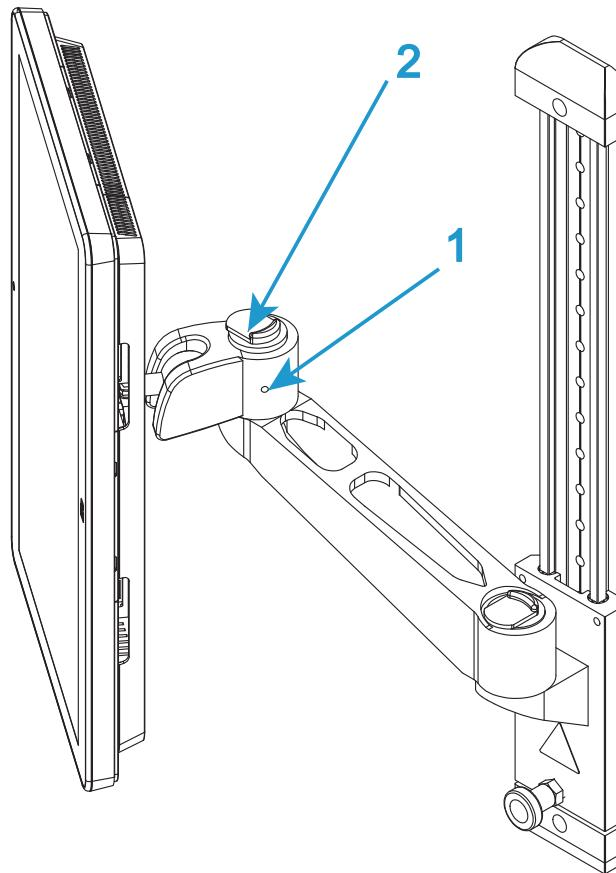
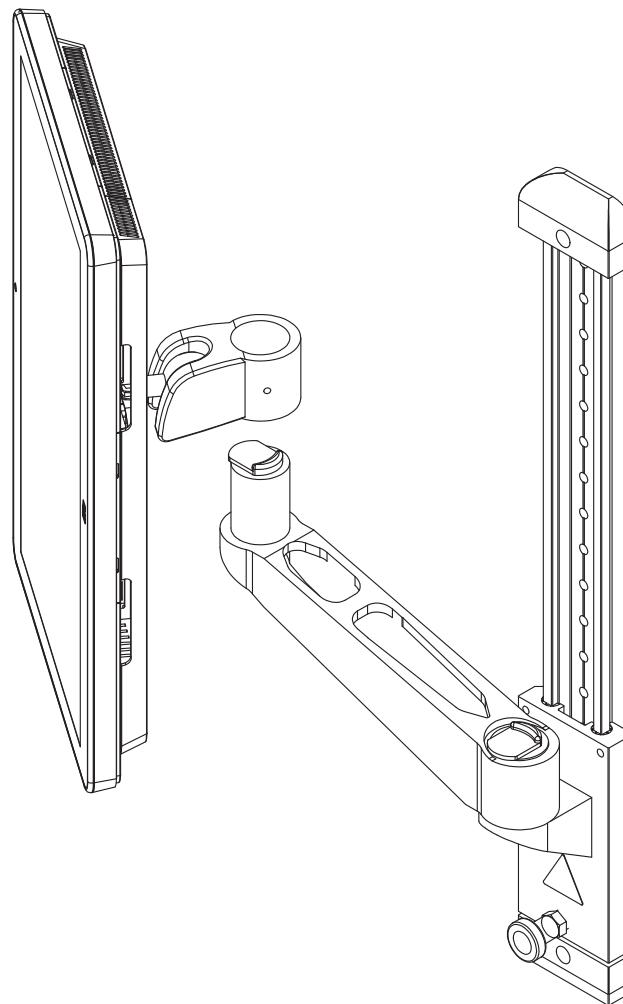

Figure 12. Bras de montage
Figure 13. Soulever pour enlever
3. Si nécessaire, desserrez la vis sur le côté du «coude» sur le bras de montage (1 dans la Figure 12 à la page 50).
4. Actionnez le mécanisme de libération sur le dessus du «coude» (2 dans la Figure 12 à la page 50) et soulevez le Tableau de bord de l'opérateur Bluehill® du bras de montage (Figure 13 à la page 51).